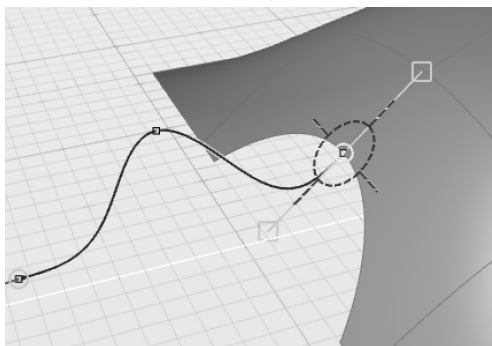

图 3-69 调整融合曲线与 NURBS 曲面的融合点位置
6) 保持融合曲线处于“编辑参数”模式下, 单击修剪表面上的融合点, 将其拖动至曲面的边上, 如图 3-69 所示。